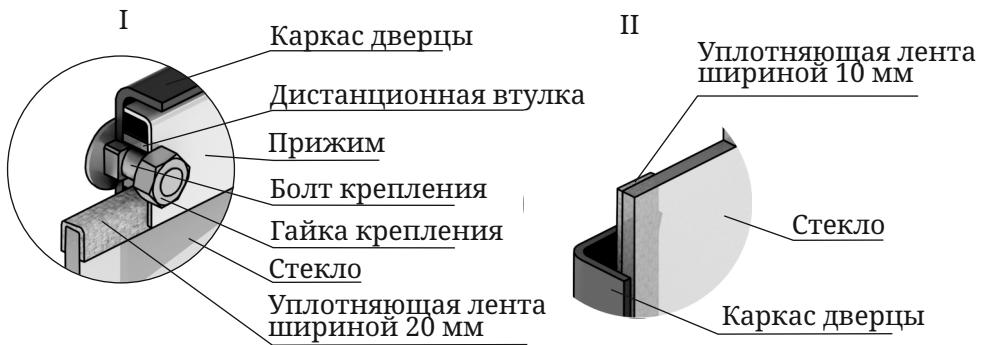

Рисунок 7. Крепление светорозрачного экрана
1. Отверните две гайки, фиксирующие прижим (рисунок 7.I), демонтируйте его и дистанционные втулки.
3. Возьмите новое стекло. Если на нем нет уплотняющих лент, наклейте их, лента шириной 20 мм наклеивается сверху и снизу стекла «П» — образно (рисунок 7.I), лента шириной 10 мм наклеивается вертикально, вдоль боковых сторон стекла (рисунок 7.II).
4. Вставьте стекло в упор, при этом лента, наклеенная с боковых сторон (вертикальная) должна быть зажата между стеклом и каркасом дверцы (рисунок 7.II).
Внимание! Гайки, крепящие прижим накручиваются на болты крепления через дистанционные втулки (рисунок 7.I).